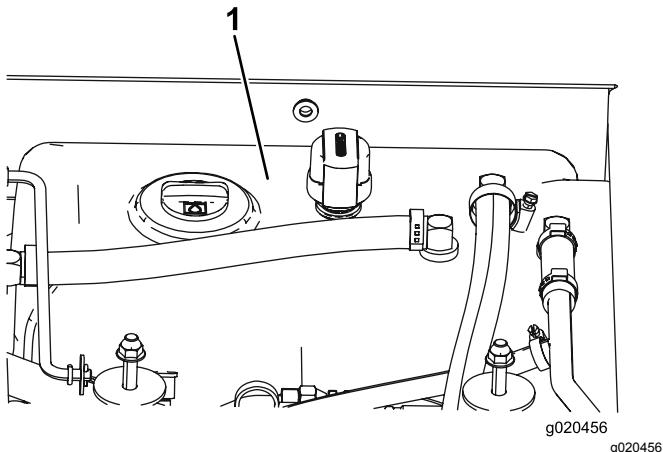

Figura 96
4. Riempite il serbatoio (Figura 96) di fluido idraulico; fate riferimento a Controllo del fluido idraulico (pagina 68).